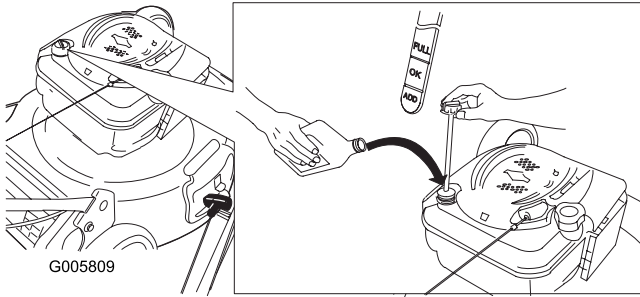

Bild 12
1. Nehmen Sie den Peilstab heraus und wischen Sie ihn ab. Stecken Sie ihn dann komplett ein (Bild 12).